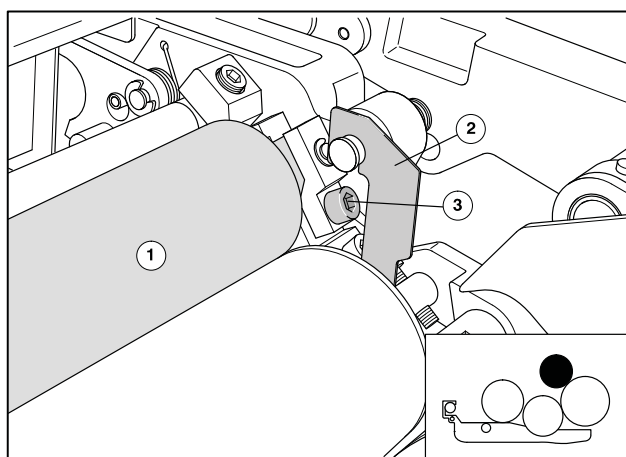

図11 水ならしローラの取り外し
- ① 版胴上のガードを開きます。
- ② 湿し装置のサイドシール(図11/②)を取り外します。
- ③ 付属のホルセットレンチで駆動側と操作側のネジ(図11/③)を締めます。このネジはキャップから取り外せません。
- ④ キャップを取り外します。
- ⑤ 水ならしローラ(図11/①)を、シャフトの軸受けブッシュと共に、軸受けから取り外します。水ならしローラを取り外すときは、カップリング(水ならしローラのシャフトを横切っているピン)に特に注意してください。